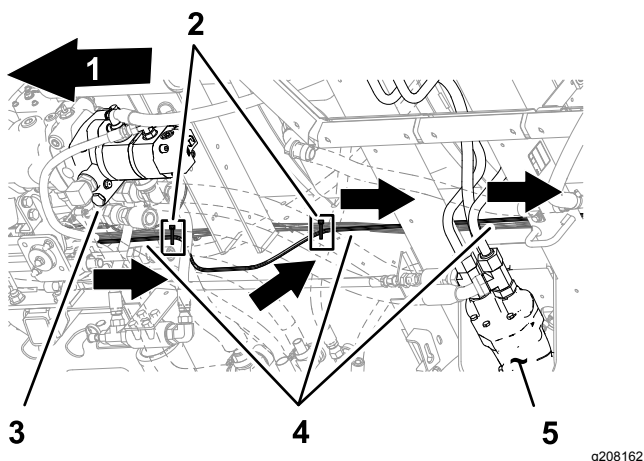

Figura 42
- Continuate a disporre le diramazioni e il cavo del cablaggio preassemblato indietro, lungo il cablaggio preassemblato posteriore della macchina, come illustrato nella Figura 42.
4. Fissate il cablaggio preassemblato del kit al cablaggio preassemblato posteriore della macchina con 2 fascette per cavi, come illustrato nella Figura 42.